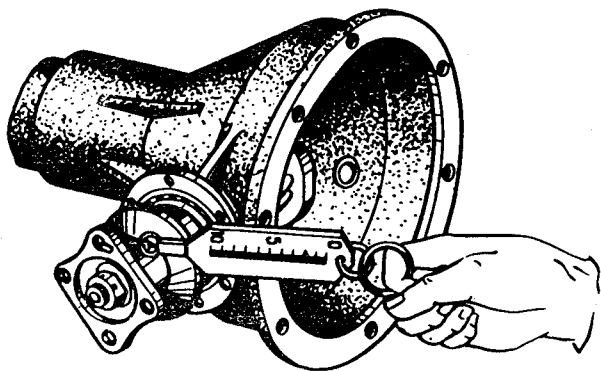

Bild 145. Prüfung des Anzuges des Lager an dem Antriebsrad
3. Antriebsrad komplett mit Lagern bis zum Anliegen in das Gehäuse einpressen und Vorspannung des Vorderlagers durch Änderung der Dicke des Beilagenpaketes 8 und Festziehen der Mutter 7 einstellen. Hierbei müssen das Ölschleuderring 6 und der Flansch auf die Zahnradwelle aufgesetzt werden, während der Vorderlagerdeckel abgenommen werden muß, damit die Reibung der Dichtung am Flansch keinen Einfluß auf die Meßergebnisse hat. Zur Verminderung des Anzugs sind Beilagen hinzuzufügen, während zur Vergrößerung des Anzuges Beilagen wegzunehmen sind. Bei richtiger Einstellung soll kein Spiel vorliegen und das Federdynamometer soll eine Kraft von 1,5...3 kp beim Durchdrehen des Zahnrades an der Bohrung im Flansch anzeigen (Bild 145).